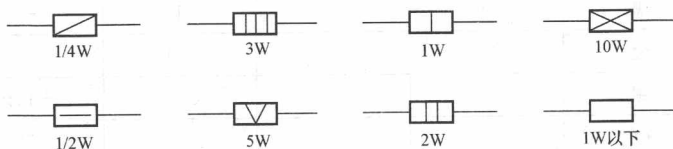

图 1-2 常用电阻额定功率的表示方法
(2) 电阻的额定功率。电阻在正常工作时允许消耗的最大功率叫做电阻的额定功率。电阻的额定功率与它所用的材料和体积大小有关。一般来说，绕线电阻和体积大的电阻额定功率也较大。在使用过程中电阻实际消耗的功率超过其额定功率，会使电阻的温度升高而引起阻值的变化，严重时可烧毁电阻。为了保证安全可靠，通常所用电阻的额定功率应比实际消耗的功率大 $100\% \sim 200\%$ ，电阻额定功率的标称值有 $1/8$ 、 $1/4$ 、 $1/2$ 、1、2、5、10W 等。常用电阻额定功率的表示方法如图 1-2 所示。